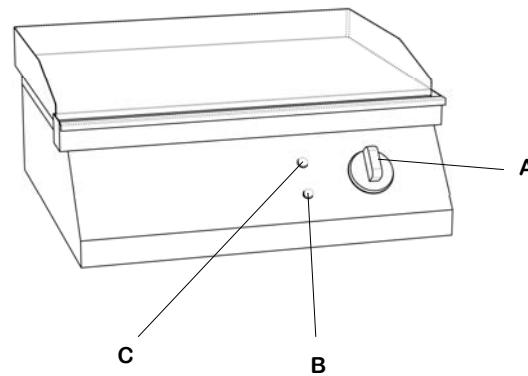

Fig.1
2. Den Thermostatknebel (A fig.1) bis zur gewünschten Temperatur-einstellung drehen. Die Kontrolllampe (B fig.1) leuchtet auf und erlischt, sobald die eingestellte Temperatur erreicht ist. Die Kontrolllampe (C fig.1) leuchtet bei Anschluß an das Stromnetz.
- Drehen Sie den Thermostatkopf in Position '0', dann prüfe, dass die Kontrolllampe (B fig.1) und (C fig.1) sind deaktiviert.